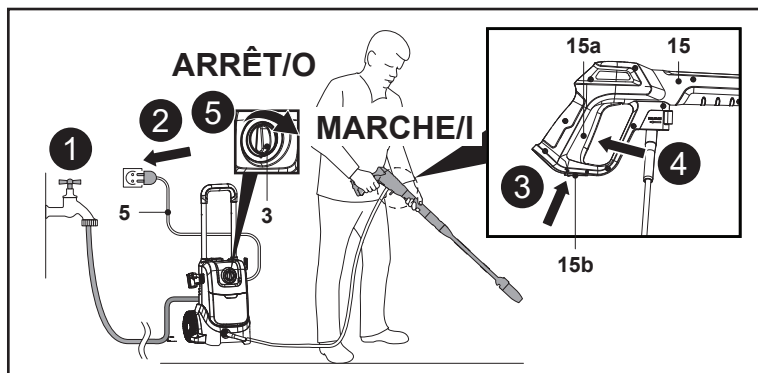

Fig. 15
1. Ouvrir le robinet pour laisser l'eau s'écouler dans la pompe (Fig. 15, étape 1).
2. Brancher le cordon d'alimentation (5) à la source d'alimentation en s'assurant que l'interrupteur rotatif marche / arrêt (3) est en position d'arrêt (Fig. 15, étape 2).
3. Tirer vers l'arrière le verrouillage de la gâchette (15b) au bas du pistolet de pulvérisation (15) pour déverrouiller la gâchette du pistolet de pulvérisation (15a) (Fig. 15, étape 3).
4. Appuyer à fond sur la gâchette (15a) jusqu'à produire un débit d'eau constant pour évacuer l'air de la machine et du tuyau d'alimentation en eau (Fig. 15, étape 4). Relâcher la gâchette du pistolet de pulvérisation (15a).
5. Mettre la machine en marche en tournant l'interrupteur rotatif marche / arrêt (3) pour le mettre en position « I » (Fig. 15, étape 5).